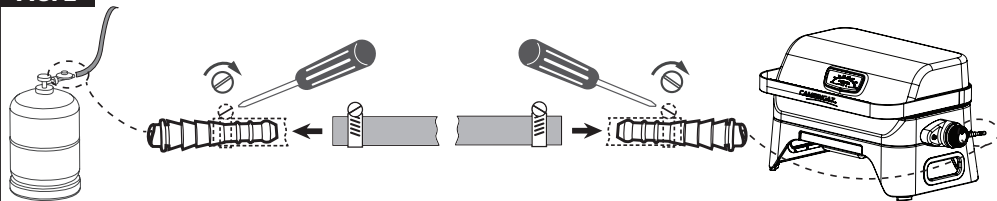

FIG. 3A
4. Vérifiez l'étanchéité en suivant les indications du paragraphe F. Ne tirez pas sur le flexible et ne le percez pas. Tenez-le à l'écart de toutes les parties qui chauffent. Assurez-vous que le flexible se tend normalement, sans le tordre ou tirer dessus (Fig 3A & 3B).
- Que le tuyau n'est pas en contact avec des pièces pouvant devenir chaudes (Fig. 3A & 3B).